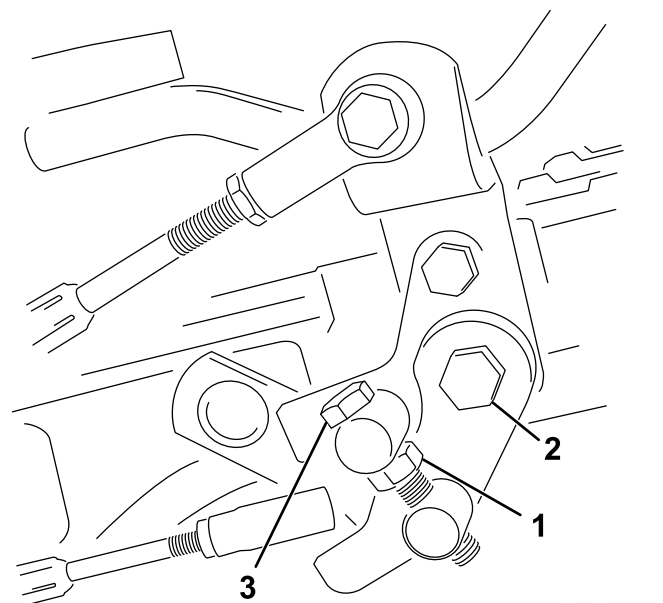

図 35
4. トラニオンボルトのジャムナット、およびペダルピボットのナットを締め付けて調整を固定する 図 35。調整を確認し、必要に応じて再調整する。
1. トラニオンボルトのジャムナットをゆるめる 図 35。